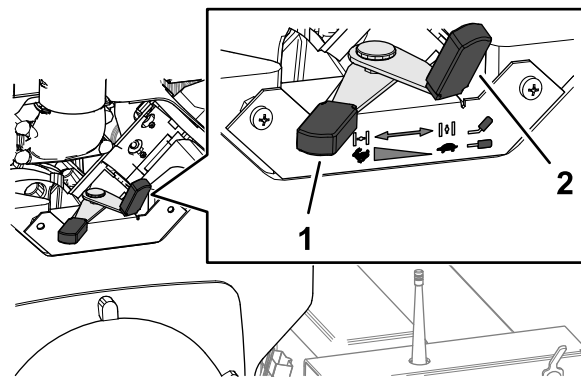

Рисунок 17
2. Перед запуском холодного двигателя переведите рычаг воздушной заслонки (Рисунок 17) в положение Вкл.